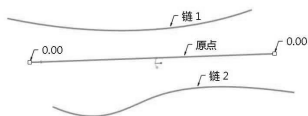

图 4-110 轨迹线选择
(4) 单击扫描操控面板中的  继续扫描命令。打开【参考】下拉菜单, 标记为原点的曲线为第一次选择的曲线, 另外两条为辅助轨迹线, 如图 4-110 所示, 辅助轨迹线需按住键盘 Ctrl 然后在绘图区内选择;